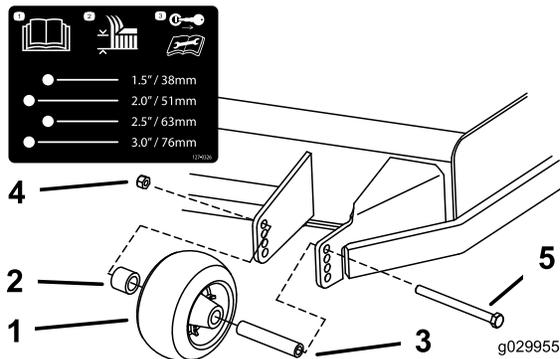

Рисунок 31
3. Отрегулируйте защитные валики, как показано на Рисунок 31, Рисунок 32 и Рисунок 33.